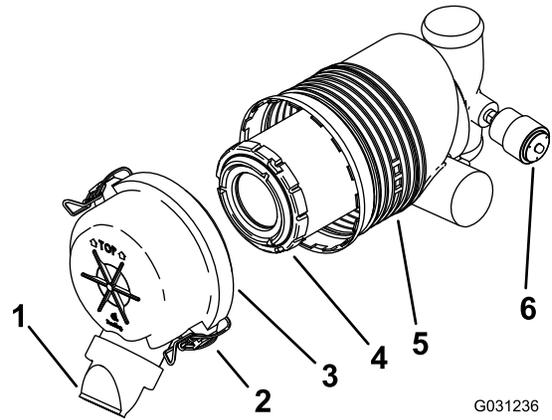

Figura 41
Importante: Cambie el filtro del limpiador de aire únicamente cuando el indicador de mantenimiento se ve rojo (Figura 41). El cambiar el filtro antes de que sea necesario sólo aumenta la posibilidad de que entre suciedad en el motor al retirar el filtro.
5. Abra los cierres del limpiador de aire y tire de la tapa del limpiador de aire para separarla de la carcasa del limpiador de aire (Figura 41).
- Si el indicador de mantenimiento se ve transparente, instale la tapa del limpiador de aire con el tapón antipolvo orientado hacia abajo, y cierre los enganches (Figura 41).
1. Extraiga con cuidado el filtro de la carcasa del limpiador de aire (Figura 41).
3. Instale con cuidado el filtro (Figura 41).
4. Instale la tapa del limpiador de aire con el tapón antipolvo orientado hacia abajo, y cierre los enganches (Figura 41).